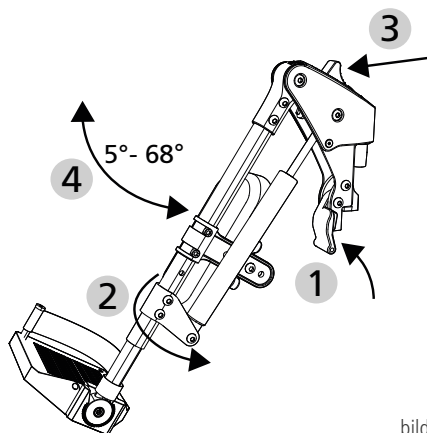

bild 53
För låsspaken framåt och samtidigt benstödet åt sidan när stödet ska fällas undan (pilar 1 och 2 i bild 53).
1. Tryck gasfjäders frigöringsspak i riktning framåt (se pilar 3 och 4 i bild 53). Så länge frigöringsspaken hålls i framtryckt läge minskar knävinkeln (från ändläge 68° till ändläge 5°).
4. Om du vill ha en större knävinkeln för du gasfjäders frigöringsspak i riktning framåt och trycker samtidigt benstödet i riktning nedåt (pilar 3 och 4 i bild 53).